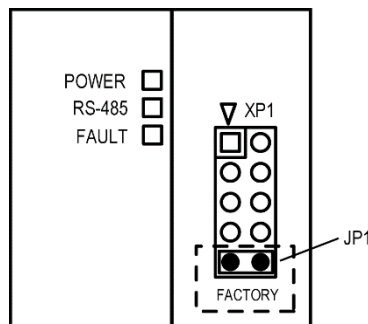

Abb. 7.3 Jumper JP1
- Jumper JP1 (siehe Abb. 7.3) auf den Stiften 9-10 stecken (untere Reihe). Das Modul wird mit werkseitig eingestellten Netzwerkparameter betrieben, die Benutzereinstellungen bleiben gespeichert.